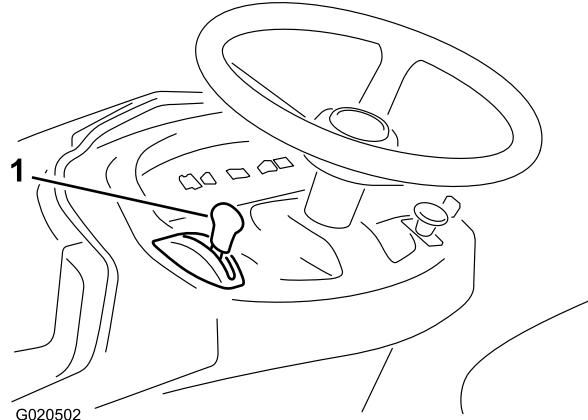

Figura 9
5. Per avviare il motore a freddo spostate la leva di comando dell'acceleratore completamente in avanti in posizione Starter (Figura 9).
6. Girate la chiave di accensione in senso orario e tenetela in posizione Start (Figura 9).
7. Quando il motore si accende, spostate lentamente la leva di comando dell'acceleratore in posizione Fast (Figura 9).
1. Spostate la leva di comando dell'acceleratore in posizione Slow (Figura 9).
2. Girate la chiave di accensione in posizione Off (Figura 9).